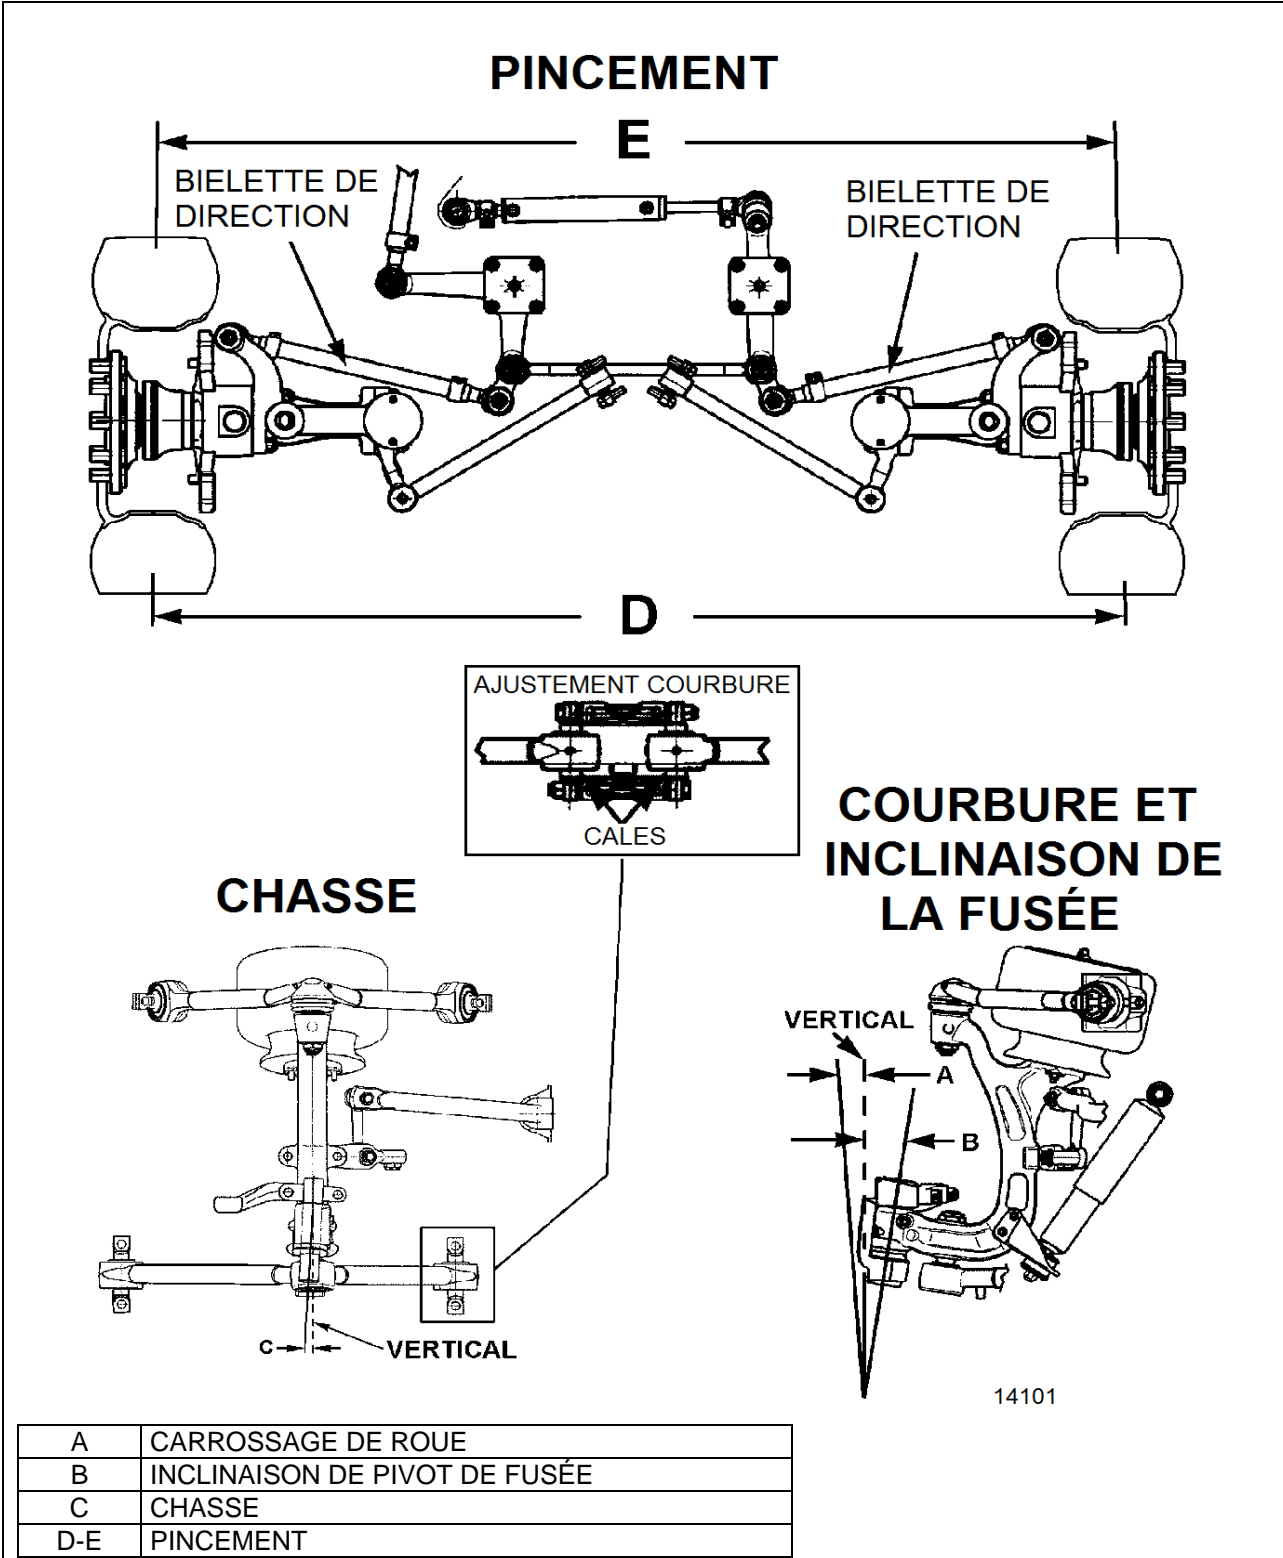

FIGURE 37: SCHÉMA DE GÉOMÉTRIE DE TRAIN AVANT
**Carrossage de roue :** le carrossage est le nombre de degrés auquel le haut de la roue est incliné vers l'intérieur ou l'extérieur à partir de la verticale (Figure 37).
**Pincement de roue :** une légère convergence vers l'intérieur donnée aux roues d'un véhicule pour améliorer la direction et uniformiser l'usure des pneus (D moins E, Figure 37).
**Inclinaison de pivot de fusée :** l'inclinaison du pivot de fusée de la verticale vers le centre du véhicule dans le haut et à l'extérieur du bas (B, Figure 37).
**Chasse d'essieu avant :** l'inclinaison du pivot de fusée par rapport à la verticale dans le sens avant vers l'arrière (C, Figure 37).
chasse. Caler le levier coudé et le bras de renvoi pour régler la chasse (Figure 37).